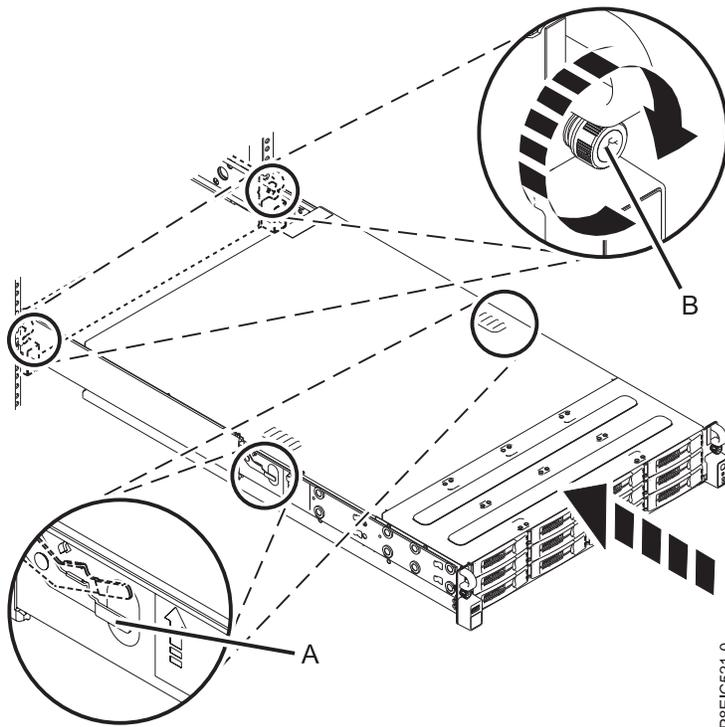

Figura 119. Colocación del sistema en la posición operativa
5. Libere los pestillos de seguridad del riel (A) estirándolos hacia arriba, tal como se indica en Figura 119, después, empuje el sistema para que quede totalmente dentro del bastidor.